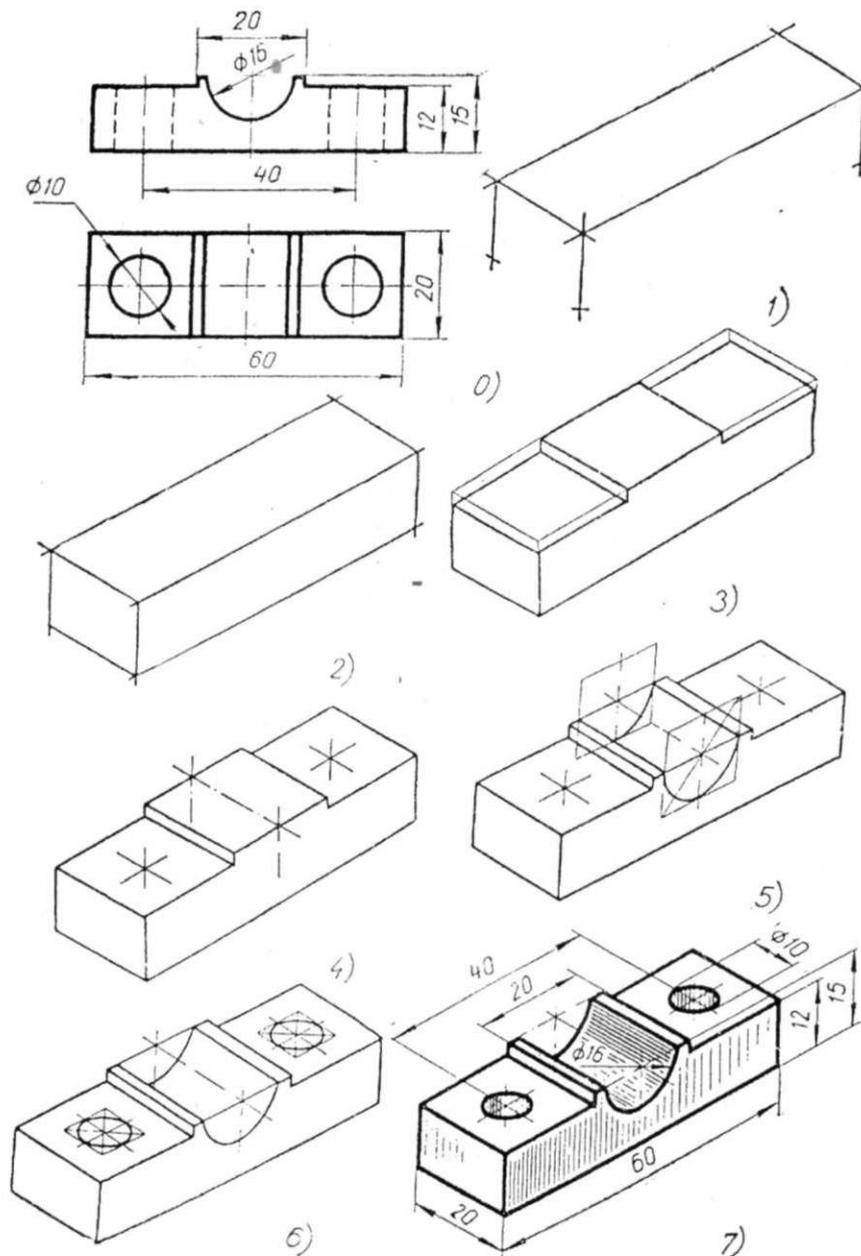

Рисунок 4.7
4.3.1 Построение изометрической проекции опоры по её чертежу (Рисунок 4.7)
Опору можно сделать из бруска прямоугольной формы. Поэтому целесообразно сначала построить изометрию этого бруска, начав с верхнего его основания (Рисунок 4.7).